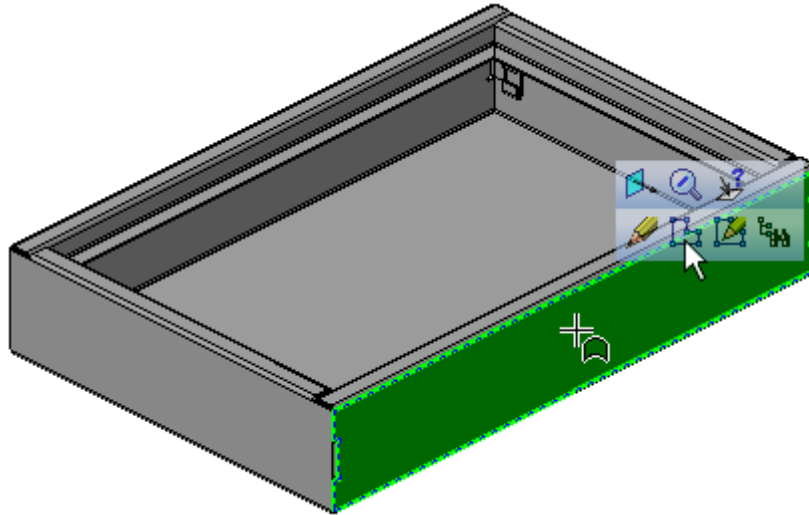

Рисунок 48.
- Поверните деталь так, чтобы стала видна обратная длинная сторона детали. Укажите грань и создайте эскиз (рис. 48).